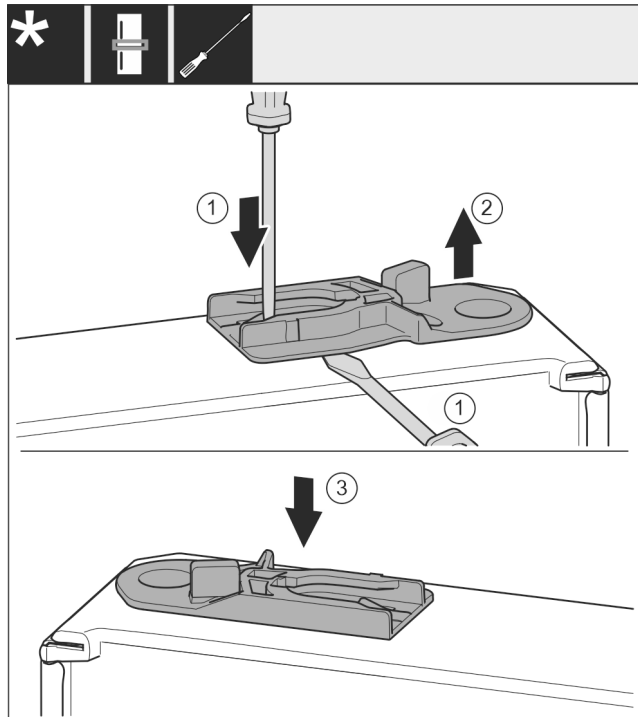

Fig. 48 *
- Retirer la douille de guidage : presser la languette Fig. 48 (1) avec un tournevis plat tout en faisant passer un autre tournevis plat sous la douille de guidage Fig. 48 (2).*
- Insérer la douille de guidage Fig. 48 (3) fournie de l'autre côté du boîtier.*